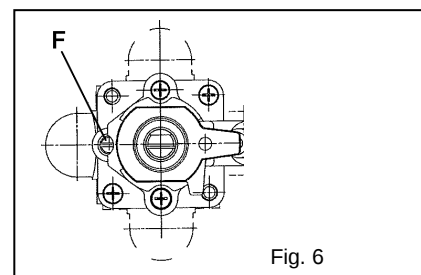

Fig. 6
5.5 Regolazione dei minimi (Fig. 6)